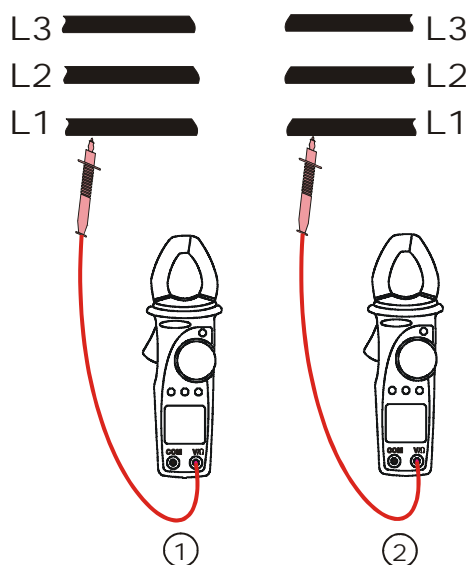
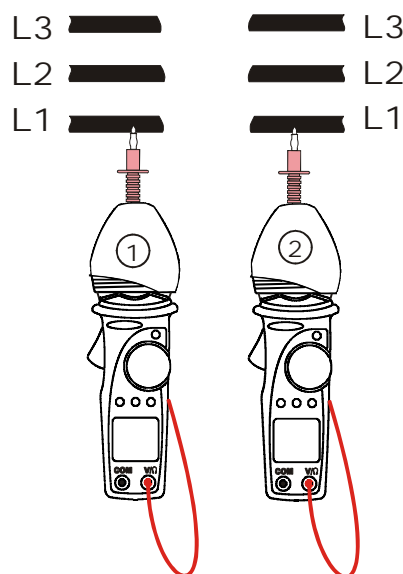

Fig. 16: concordancia de fase
Fig. 17: concordancia de fase con capuchón de goma
4. Conecte la punta roja a la fase L1 (ver la Fig. 16, 1ª medida). En alternativa use el práctico capuchón de goma para alojar la punta roja (ver Fig. 17, 1ª medida).
9. Posicione la punta en segundo cable de la Fase L1 (ver las Fig. 16 o Fig. 17 2ª medida).